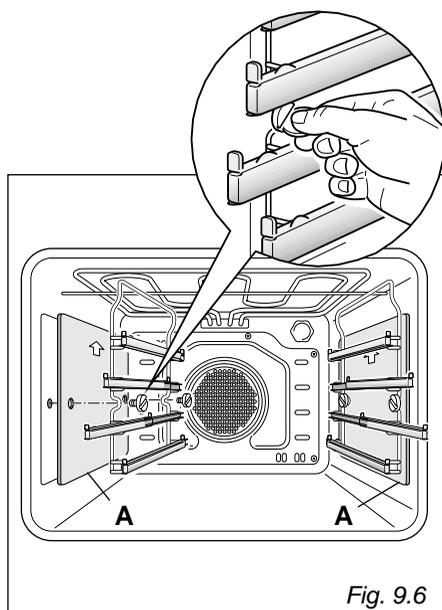

Fig. 9.6
- Montare le slitte scorrevoli fissandole alle pareti del forno con 2 viti (Fig. 9.6).
- Nei modelli che ne sono provvisti, interporre i pannelli autopulenti "A" con la freccia rivolta verso l'alto (Fig. 9.6).
- Svitare le viti di fissaggio e togliere dalle pareti del forno le slitte scorrevoli ed i pannelli autopulenti, se forniti (fig. 9.6).